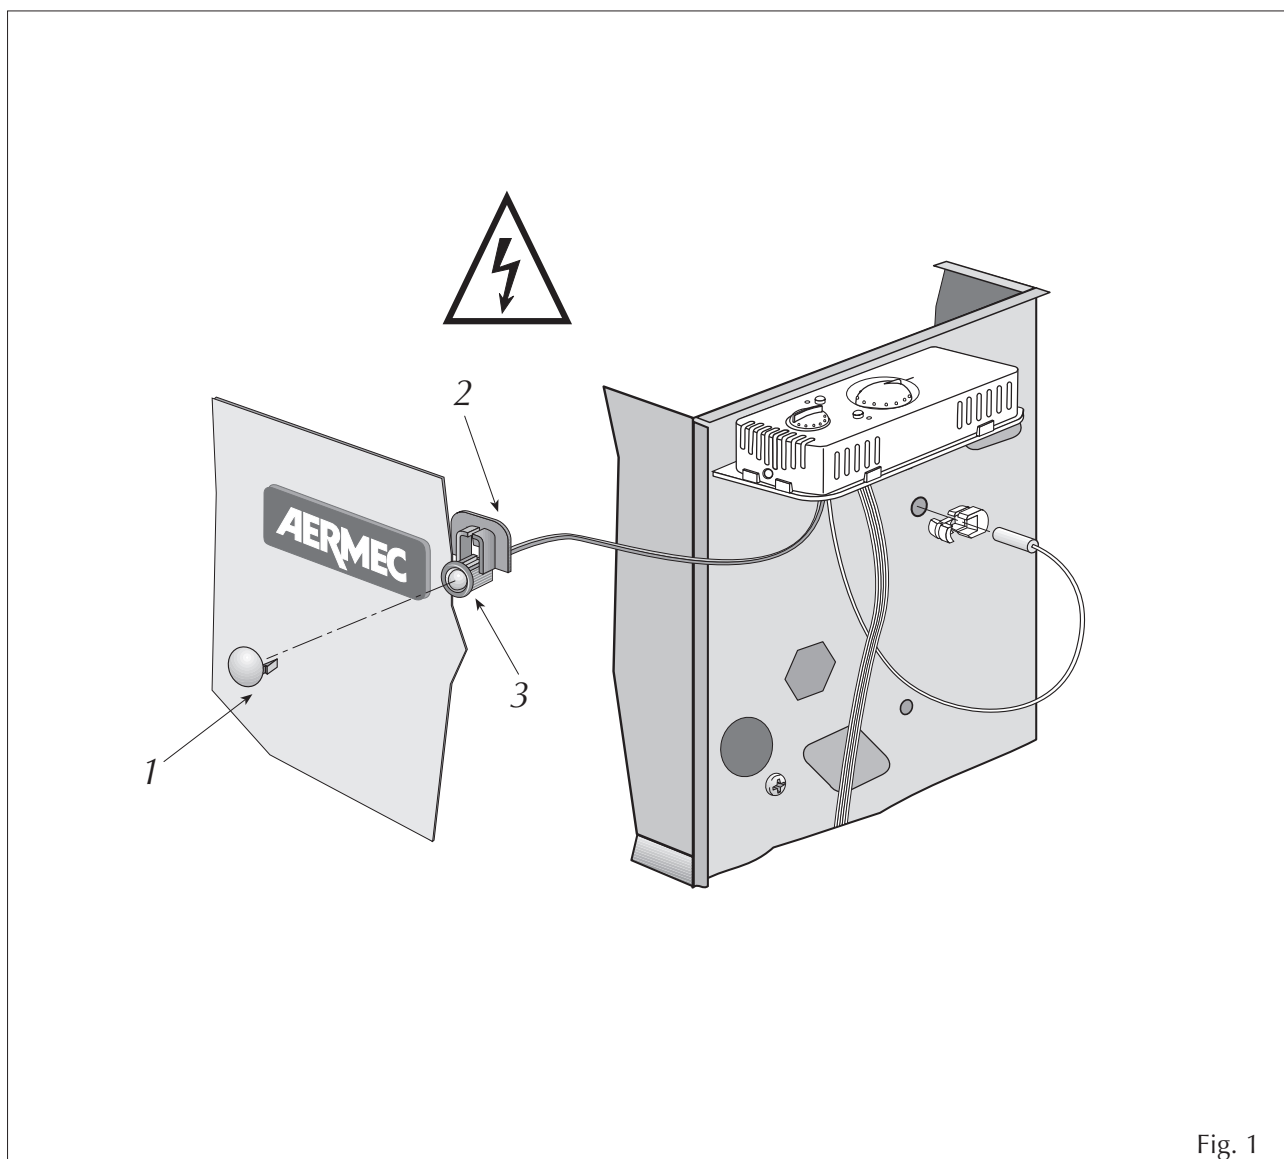

Fig. 1
- per installazioni con sonda ambiente SA, togliere il tappo (1 fig. 1) presente a fianco della targhetta "AERMEC";
- applicare il fermasonda (2 fig. 1) alla sonda temperatura ambiente SA (3 fig. 1);
- infilare la sonda SA sul mantello e bloccarla (fig. 1);
- for the unit installation with SA room sensor, remove the plug (1 fig. 1) next to the "AERMEC" plate;
- fit the clip (2 fig. 1) to the SA room temperature sensor (3 fig. 1);
- fit the SA sensor to the casing, then fasten (fig. 1);
- pour installation avec sonde d'ambiance SA, retirer le bouchon (1 fig. 1) se trouvant à côté de la plaquette "AERMEC";
- appliquer le caoutchouc de blocage de la sonde (2 fig. 1) sur la sonde de température ambiante (3 fig. 1);
- Zur Installation mit Raumfühler SA, den Stöpsel (1 Abb. 1) seitlich des "AERMEC"- Schildes abnehmen;
- die Fühlerbefestigung (2 Abb. 1) am Raumtemperaturfühler anbringen (3 Abb. 1);